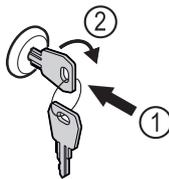

Fig. 201
- Schlüssel hineindrücken. Fig. 201 (1)
- Schlüssel um 90° im Uhrzeigersinn drehen. Fig. 201 (2)